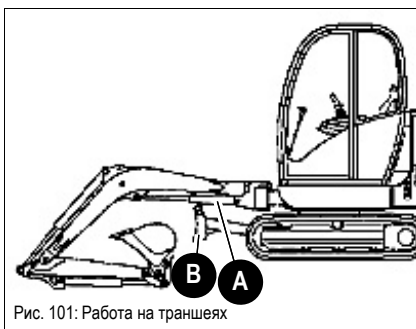

Рис. 101: Работа на траншеях
- ☞ Следите за тем, чтобы отвальный щит **B** никогда не касался поршневого штока **A**. Рис. 101